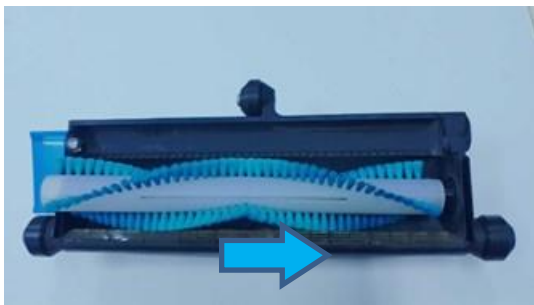

Fig. 5
5. Druk de rolborstel naar links en naar boven om hem te verwijderen (fig. 5 & 6).